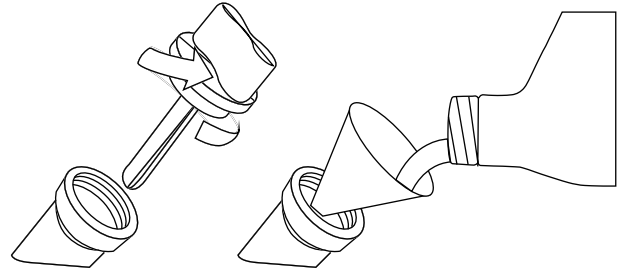

Abbildung 3: Öltrichter
3. Gießen Sie das Ganze mit dem Trichter und Öl aus Flasche Öl in den Motor (siehe Abbildung 3).